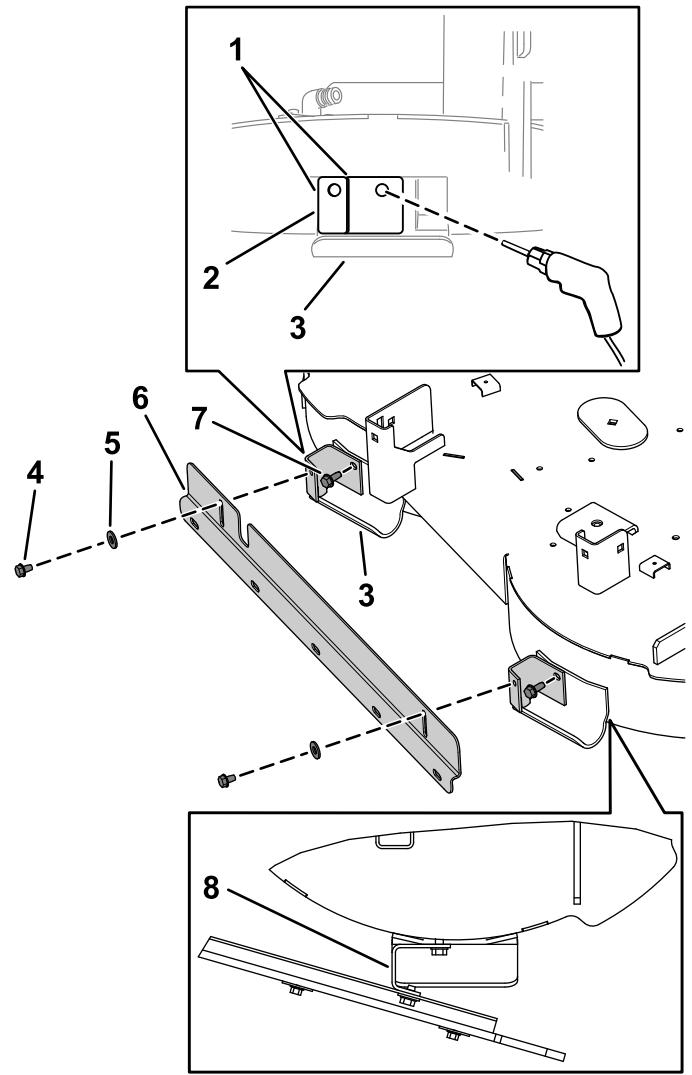

Figure 1
- A. Localisez le patin droit à l'arrière du tablier de coupe (Figure 1).
- B. Placez le côté long du support de montage du kit traceur contre le patin droit. Alignez le bord gauche du support de montage sur le bord gauche du patin et le bord supérieur du support de montage sur le bord supérieur du patin droit (Figure 1).
- C. Faites un repère à l'emplacement du trou du support de montage sur le patin (Figure 1).
- E. Percez un trou (9/32 pouce) dans le patin droit à l'emplacement marqué par le pointeau (Figure 1).
- G. Fixez le support à l'aide d'une vis à embase (5/16 x 3/4 po, autotaraudeuse), comme montré à la Figure 1.
- A. Localisez le patin gauche à l'arrière du tablier de coupe (Figure 1).
Alinez le bord gauche du support de montage sur le bord gauche du patin et le bord supérieur du support de montage sur le bord supérieur du patin gauche (Figure 1).
côté court de chaque support de montage monté sur les patins (Figure 1).
3. Fixez le support du traceur sur les supports à l'aide de 2 vis à embase (5/16 x 1/2 po, autotaraudeuses) et 2 rondelles plates (5/16 po), comme montré à la Figure 1.
1. Montez le support du traceur de manière que la bride de montage soit en haut et tournée vers le tablier de coupe (la bride du racloir est en bas, tournée à l'opposé du tablier), comme montré à la Figure 1.